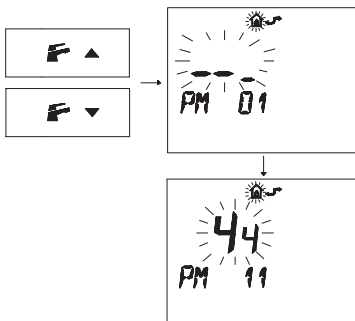

Figura 5.49
- Premere i pulsanti **F**▲ o **F**▼ per visualizzare la programmazione "PM11" della postcircolazione pompa (Figura 5.49).